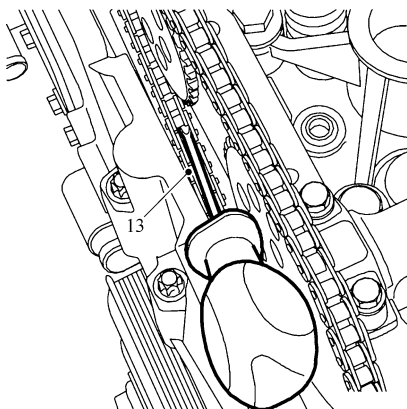

图 7-22 步骤 13) 操作示意图
13) 用螺钉旋具压下链条，是正时链条张紧器释放张紧力，如图 7-22 所示。